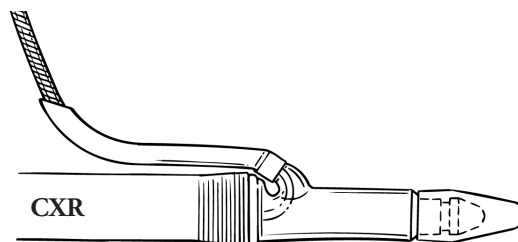

Figura 4-7a. Metoda A
**Metoda A** reduce lungimea porțiunii proximale solide a cilindrilor în teaca penisului și permite manșonului tuburilor să vină în contact cu o porțiune a tecii expandabile a cilindrilor. (**Figura 4-7a**). Deoarece tuburile sunt parțial îngropate în corpii cavernoși, utilizarea metodei A are potențialul de a crește probabilitatea compresiunii sau deformării tuburilor, care ar putea reduce curgerea lichidului. În cazul în care credeți că tuburile sunt deformate, încercați să le îndreptați cu blândețe.